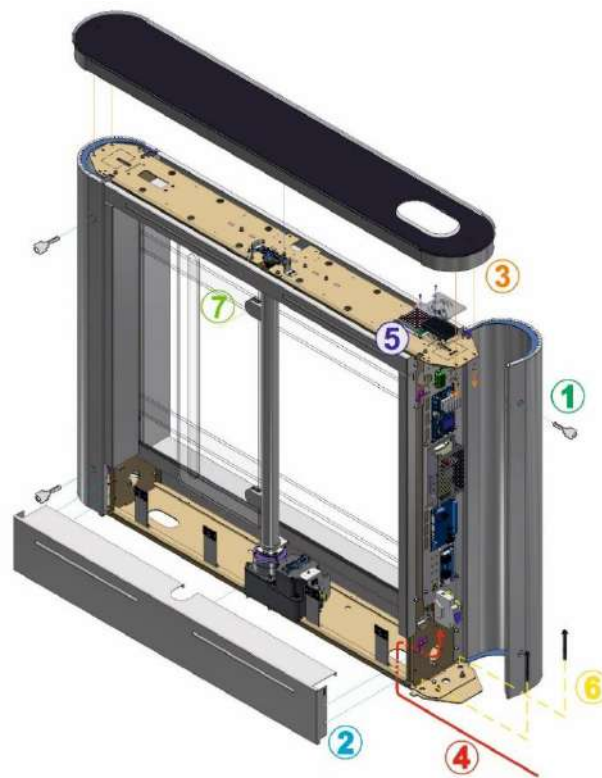

Рис. 20- Загальний вигляд встановлення тумби турнікета «Sweeper-VM-1»
1. - Відкрити замки за допомогою ключа та повернути дверки (Рис. 20);